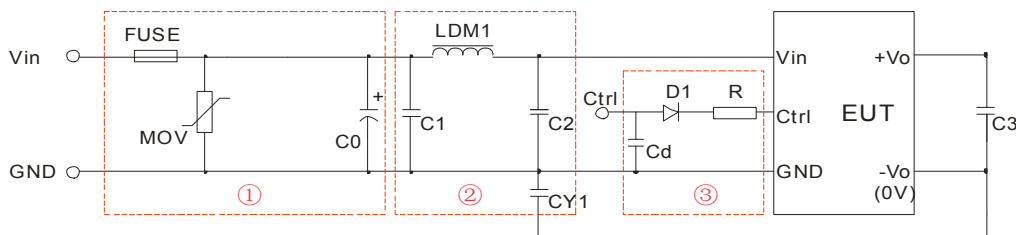

图 3
- ①图3中第①部分用于EMS测试；第②部分用于EMI滤波，可依据需求选择；
② V_C 为Ctrl端相对于输入地GND的电压， V_D 为D1的正向导通压降， I_C 为流入Ctrl端的电流，一般取5-10mA，Ctrl端外围电路如图3-③；
③若图中元器件无附其参数说明，则此型号外围中不需要这个元器件。